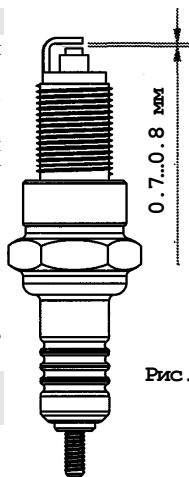

Рис. 12.
9.3.4. Рекомендуется проверить величину межэлектродного зазора, которая должна быть около 0.7..0.8 мм (рис. 12). При существенном отличии измеренной величины зазора указанным требованиям заменить свечу.